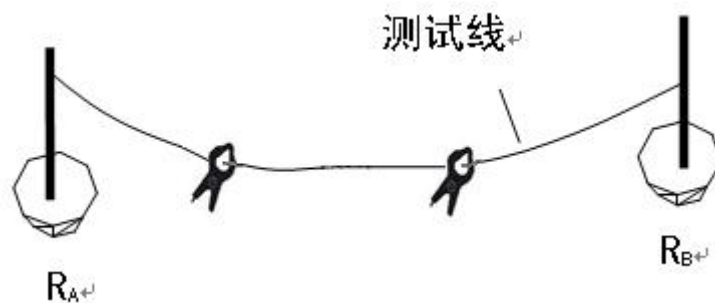

图 5 独立接地体地阻测量
① 双钳法在测试过程中，一定要有一个有效的闭合回路。解决的办法是找一个辅助接电极，将被测接地体与接地良好的辅助地（如自来水管等）用连接线连在一起，将二个钳口钳入连接线上，（图 5 所示）：二者间距 30cm 左右，此时按“双钳”键，进行双钳法测量界面，再按“测试”键直接显示测量结果。测试独立接地体接地电阻时可根据不同的情况采用不同的测试方法。
② 当机房处于低楼层时（一、二层）可采用地桩测试方法，直接测出接地电阻。
③ 机房处于较高楼层时，（二层以上），可采用“独立接地体”测试方法此种方法是基于将自来水管网的接地电阻理论上认为是零欧姆，但实际上是有电阻值的，此时测试分为二步：第一步，按“独立接地体”测试方法测出 R_A ；第二步，单独在一楼将自来水管的接地电阻按“地桩”测试方法测出 R_B （此时自来水管看作独立接地体），（ $R_A - R_B$ ）即为机房接地装置的实际接地电阻。